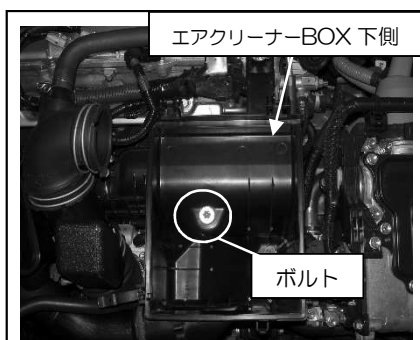

図 2
- ②ボルト1ヶ所を外し、クリーナーBOX 下側を取り外します。(図2参照)